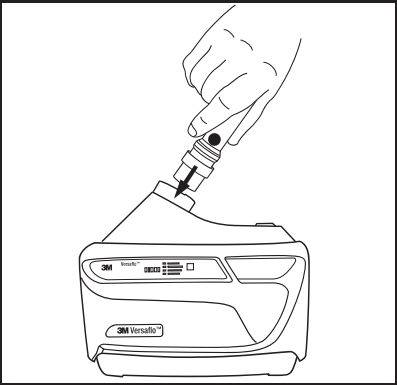

Fig. 15-1 Fixando o indicador do fluxo de ar
- Insira o indicador de fluxo de ar TR-971 na saída da unidade motora TR-600. Se a traqueia estiver no lugar, deve ser retirado para permitir que o indicador do fluxo de ar seja inserido (Fig. 15-1).